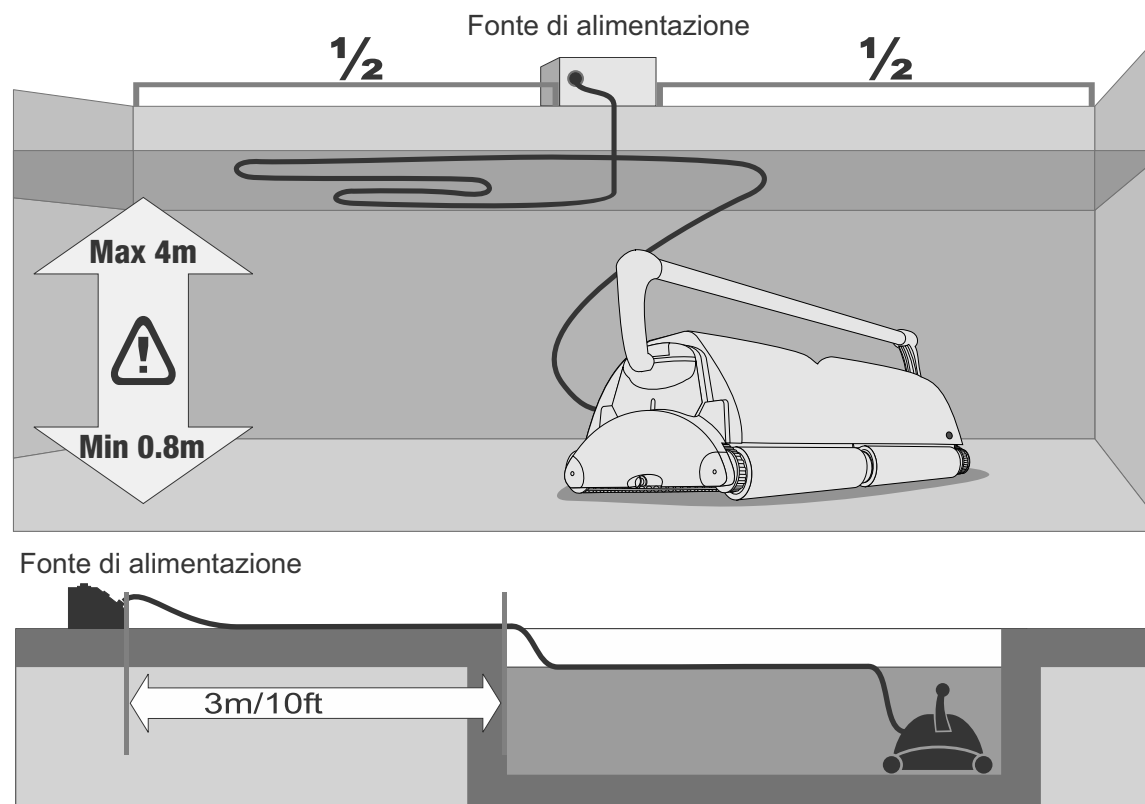

Fig. 1
La fonte di alimentazione deve essere posta in qualsiasi zona protetta, con una distanza di almeno 3 metri dalla piscina. La fonte di alimentazione non deve essere abbandonata sotto la pioggia né posizionata in pozzanghere. Se possibile, mettere la fonte di alimentazione a una distanza equivalente alla metà della lunghezza della piscina (fig. 1). In questo modo, il cavo e l'apparecchio potranno essere raggiunti da qualsiasi angolo della piscina. La fonte di alimentazione fornita è configurata per UNA delle seguenti entrate di corrente: a) 115 V b) 230 V.
4) Svolgere completamente il cavo galleggiante e stenderlo sulla superficie dell'acqua della piscina nel modo più uniforme possibile. Accertarsi che il cavo non venga attorcigliato né piegato. (Fig. 1)